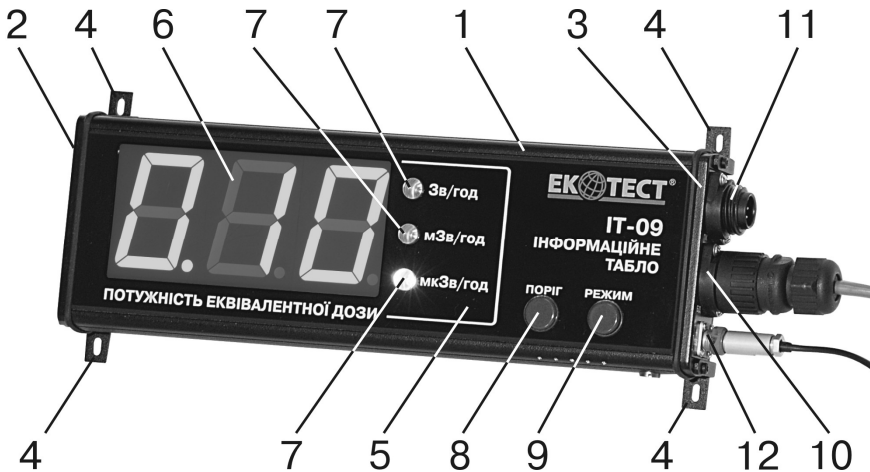

Рисунок 1 - Зовнішній вигляд табло
1.4.2.1 Корпус табло (рисунок 1) складається з трубоподібного профілю (1) та двох кришок: лівої (2) та правої (3). Для закріплення табло на вертикальній площині передбачені чотири кронштейни (4).